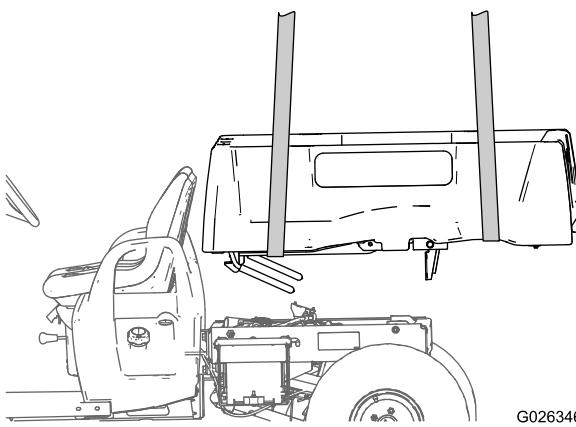

Figura 5
10. Eleve la caja de carga y retírela de la máquina (Figura 5).
12. Eleve la caja de carga y retírela de la máquina (Figura 5).